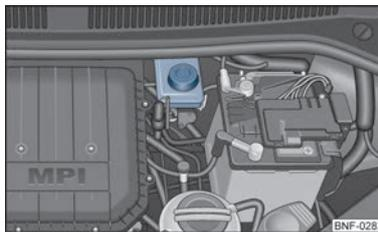

Fig. 95 Vano motore: Coperchio del serbatoio del liquido freni
- Controllare il livello del liquido freni sul serbatoio ⇒ fig. 95. Il livello deve essere compreso tra le tacche „MIN“ e „MAX“.